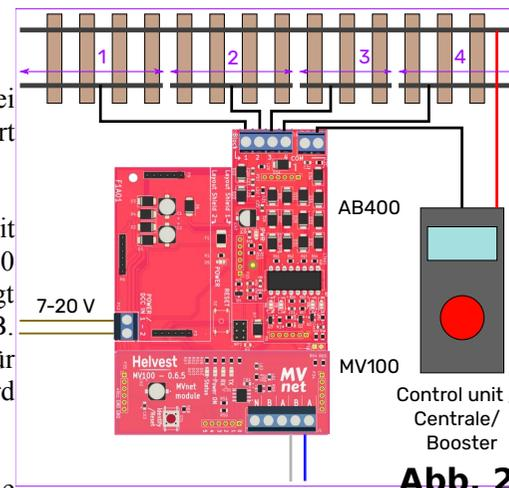
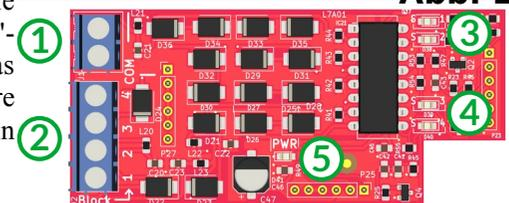

Abb. 2
Abb. 3
Die HP100-Hauptplatine muss mit einer beliebigen Spannung von 7 bis 20 V AC oder 7 bis 16 V DC versorgt werden. Ein digitaler Bus, wie z. B. DCC, ist auch möglich, obwohl dies für große Anlagen nicht empfohlen wird (Abb. 2).
Abb. 3 zeigt die AB400-Anschlüsse im Detail. In die Klemme (1), die mit COM gekennzeichnet ist, muss das gemeinsame Kabel aller Abschnitte, das vom Booster oder der digitalen Zentrale kommt, eingesteckt werden. In Abbildung 2 ist dieser Draht in schwarz dargestellt.
Der Klemmenblock (2) hat Kontakte für die vier Blöcke, die mit 1 bis 4 nummeriert sind: Diese Drähte müssen an die unterteilten Schienen angeschlossen werden, die in Abbildung 2 ebenfalls mit 1 bis 4 bezeichnet sind.
Die ungeteilte Schiene (mit dem roten Draht in Abb. 2) wird direkt an den Booster oder die Zentrale angeschlossen.
Nachdem die Gleise wie in Abb. 2 angeschlossen wurden, schalten Sie den Decoder und die Anlage ein, bevor Sie die Karte im MVnet konfigurieren, und fahren Sie
Wenn alle Verbindungen fertiggestellt sind, schalten Sie die Karte ein. Die grüne LED Nr. (5) (Abb. 3) zeigt an, dass die Stromversorgung in Ordnung ist.
Das Modul ist eingeschaltet, die Power-LEDs leuchten, aber die Züge in den entsprechenden Strecken fahren nicht.	Überprüfen Sie den korrekten Anschluss der Blöcke, der gemäß Abbildung 2 erfolgen muss. Prüfen Sie, ob die Drähte richtig in den Klemmen befestigt sind (sie wurden gut abisoliert und die Schrauben sind fest angezogen). Prüfen Sie, ob die Schienen sauber sind. Falls ein Kurzschluss vorliegt: Vergewissern Sie sich, dass Sie keine Drähte von verschiedenen Zentralen oder Boostern an derselben AB400 vermischt haben.
Das Modul ist eingeschaltet, die Power-LEDs leuchten, die Züge in den entsprechenden Strecken fahren, aber die gelben LEDs zur Anwesenheitsmeldung leuchten nicht.	Überprüfen Sie den korrekten Anschluss der Blöcke, der gemäß Abbildung 2 erfolgen muss